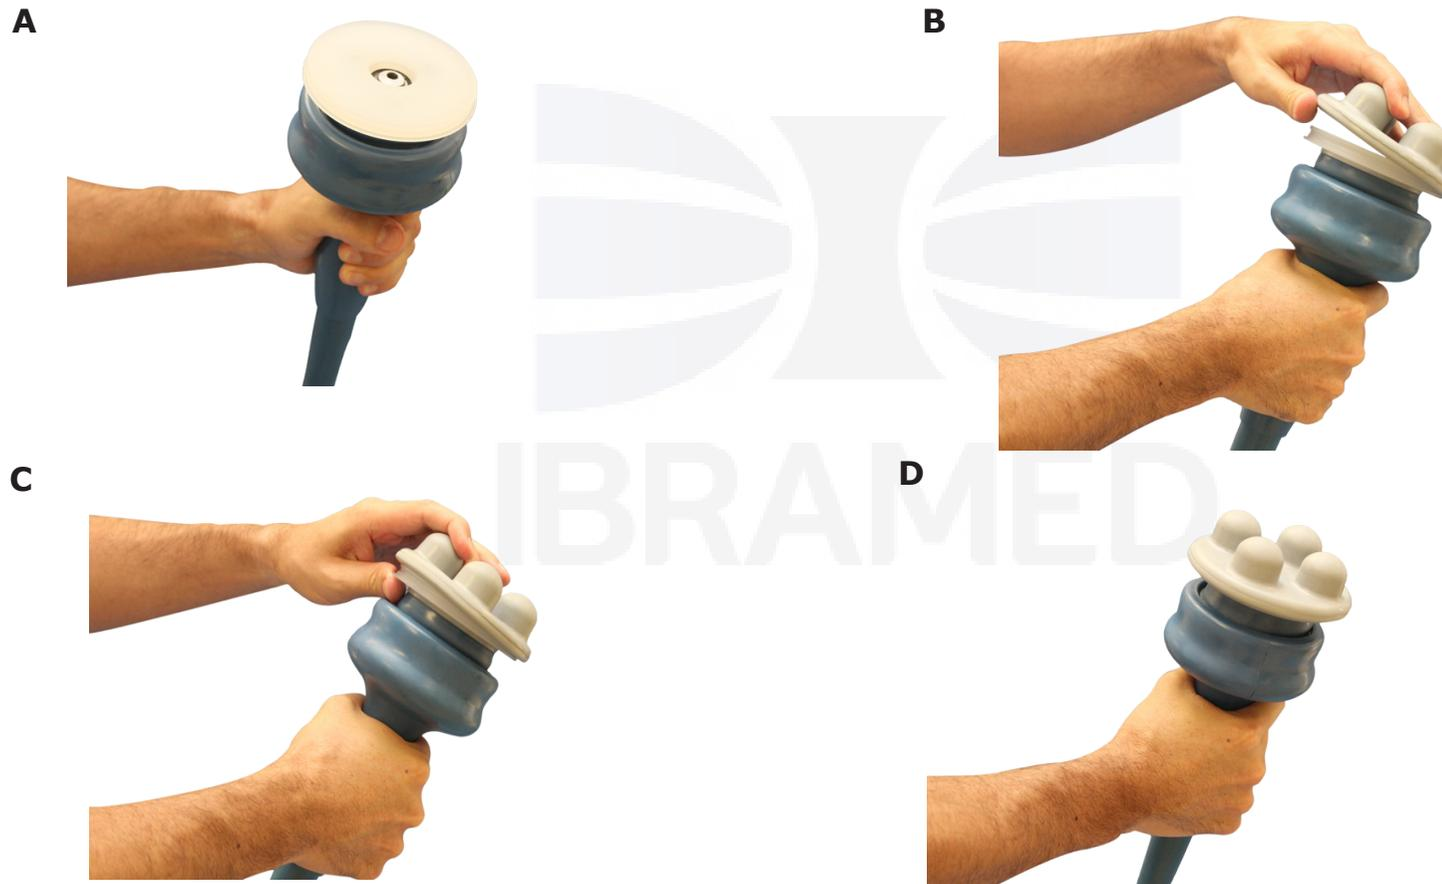

Figura 7. A, B, C e D, sequência de encaixe da ponteira no aplicador MODELLATA.
Passo 3: para o tratamento, selecione a ponteira de acordo com a necessidade terapêutica. As ponteiros são de material flexível e cambiáveis. Basta encaixa-la até sua total acomodação no aplicador. Para remover, tracione uma das bordas até sua remoção (figura 7).